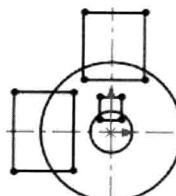

图 2.4 绘制矩形
(3) 绘制矩形。选择下拉菜单 **工具(T)** → **草图绘制实体(X)** → **边角矩形(R)** 命令，在图形区中绘制图 2.4 所示的矩形。